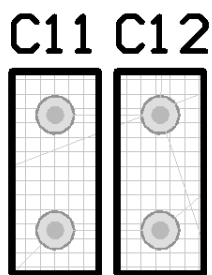

图 8-21 在矩形区内排列电容
5) 选择菜单栏中的“工具”→“器件布局”→“在矩形区域排列”命令，用十字光标在 PCB 板外部画出一个合适的矩形，此时所有电容自动排列到该矩形区域内，如图 8-21 所示。